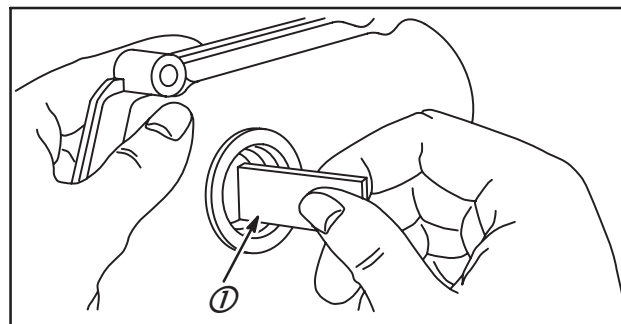

Fig. 4
Un palier doit être remplacé s'il présente des traces d'arrachement ou si le tampon de contrôle (1) passe à travers. Essayer en plusieurs points du palier, Fig. 4. Voir la liste des tampons en TABLEAU NO. 6 ou 7, Spécifications S'il n'existe pas de tampon de contrôle, se reporter au TABLEAU NO. 2, Spécifications pour les cotes de rejet.